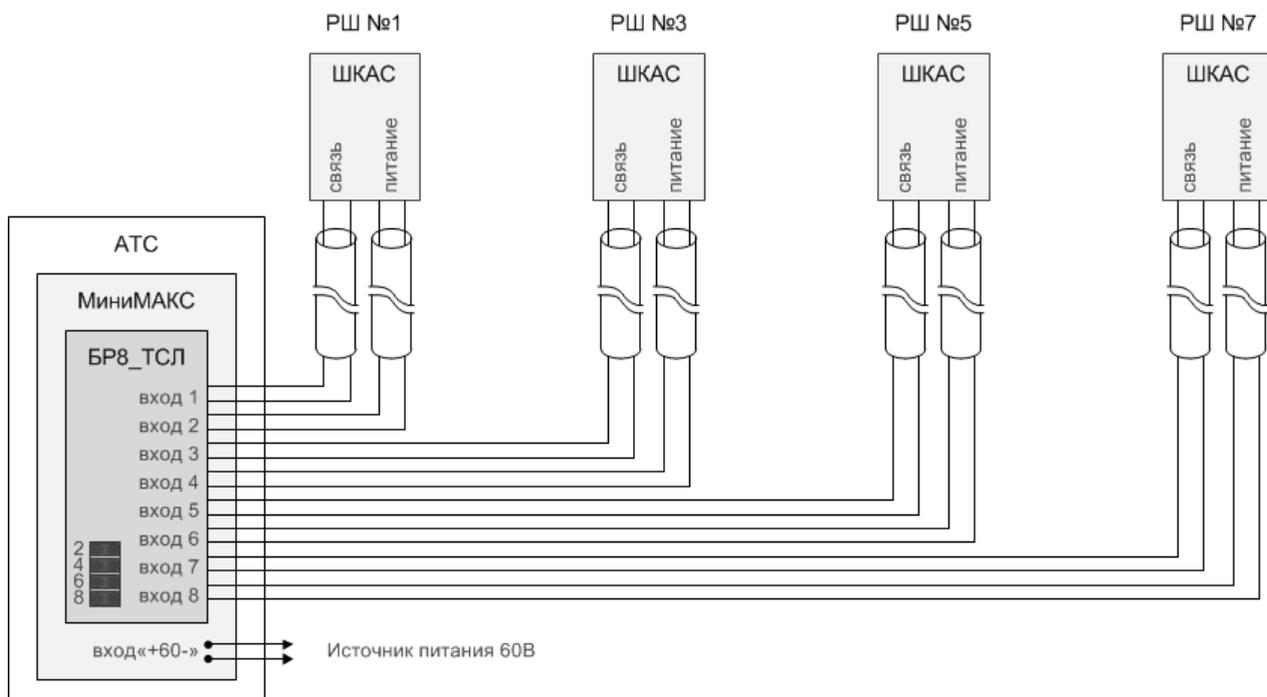
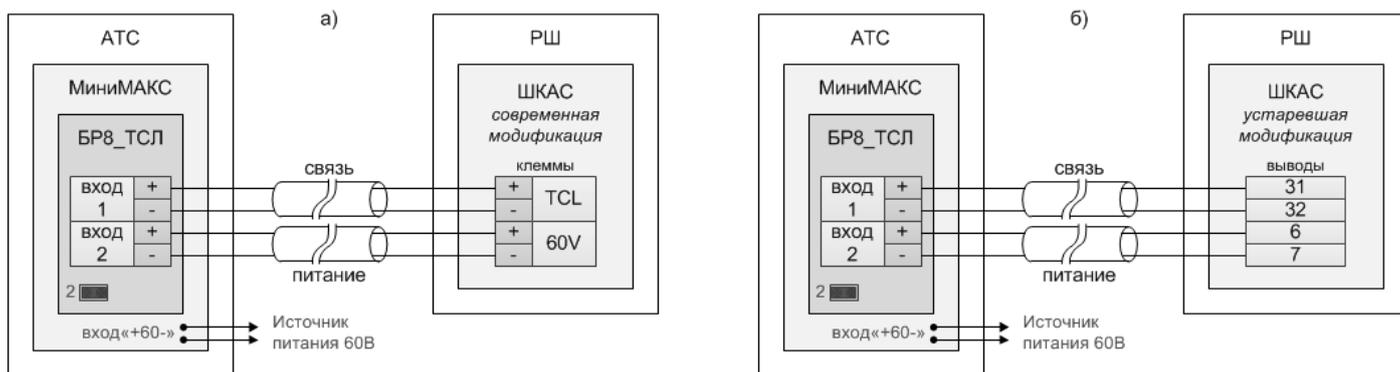
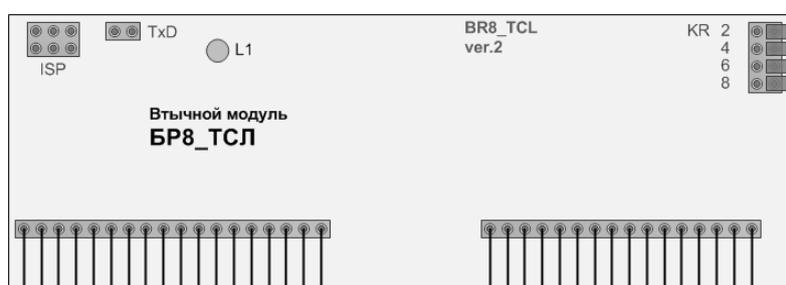

Рис.5.4. Условная схема контроля PШ с питанием ШКАС от четных входов BR8_TСЛ
Рис.5.5. Примеры схем подключения одного ШКАС разных модификаций
Рис.5.6. Схема платы BR8_TSL
5.13.2. Подключение входов «питание ШКАС» к входам BR8_TСЛ с четными номерами, переведенными в режим подачи питания замыканием джамперов, соответствующих этим входам. Джамперы расположены в углу платы BR8_TСЛ и подписаны цифрами, равными номерам их входов – «2», «4», «6», «8» (см. рис.5.6). Также необходимо соблюдать полярность при подключении сигнальных и питающих проводников (см. рис.5.5). Этот вариант подключения ШКАС показан на рис.5.4.